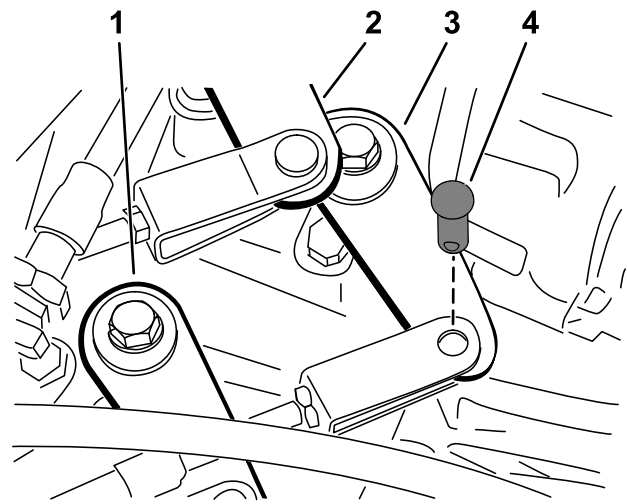

Bild 45
2. Nehmen Sie die Lastösenbolzen ab, mit denen die Schaltzüge an den Getriebebeschalthebeln befestigt sind (**Bild 45**).
1. Nehmen Sie den Lastösenbolzen ab, mit dem der Zug (schneller/langsamer Gang) am Getriebe befestigt ist (**Bild 45**).